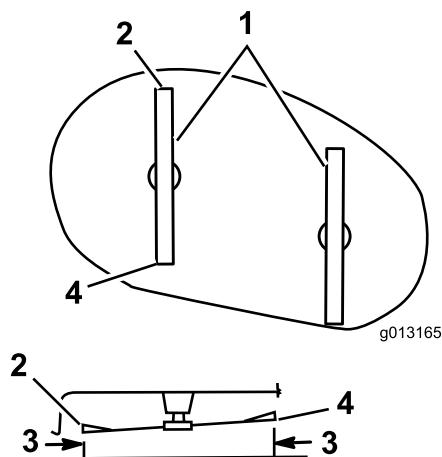

Figure 48
Tournez prudemment les lames pour faire passer les pointes avant à l'arrière (Figure 48).
- Mesurez la distance entre la pointe avant de la lame gauche et la surface plane (Figure 48).